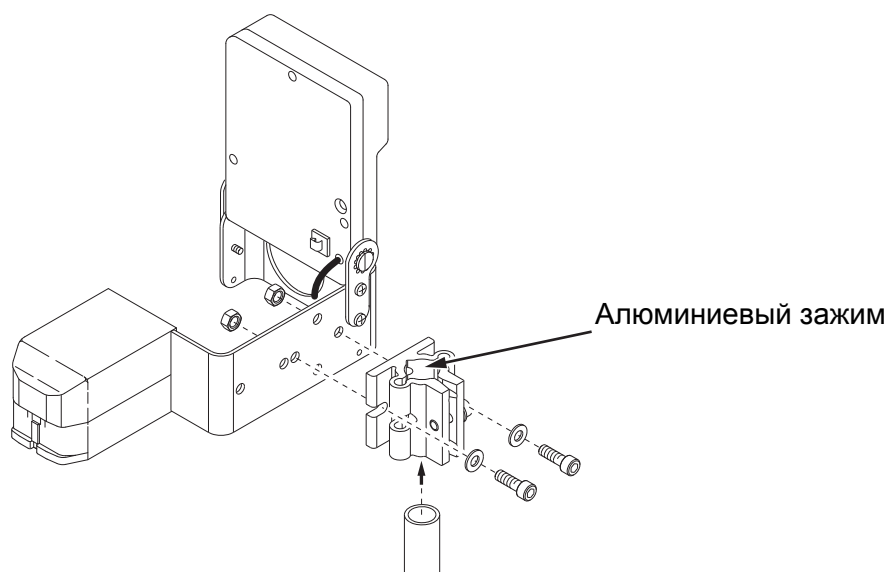

Рисунок 3-5: Несущая рама контроллера принтера
- 1 Прикрепите алюминиевый зажим к несущей раме контроллера принтера с помощью двух винтов и двух гаек. Смотрите Рисунок 3-5 на странице 3-5.